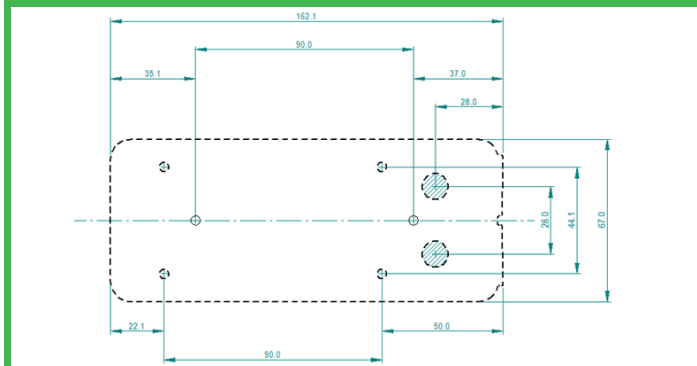

Fig. 4 - Insertion des câbles
6. Pousser les câbles dans les réceptacles du capot avant comme indiqué dans l'image cidessous – Fig. 4